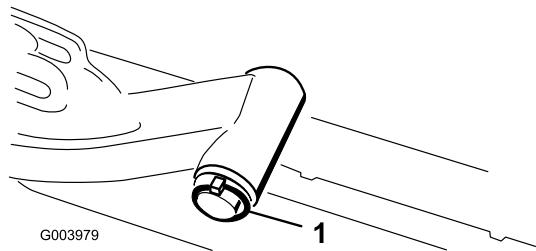

図 18
A. 昇降アームのピボットシャフトを昇降アームに固定しているリンチピンとワッシャを外し、昇降アームからピボットシャフトを抜き出す図 18。
C. 昇降アームのシャフトを昇降アームに通して、ワッシャとリンチピンで固定する 図 18。